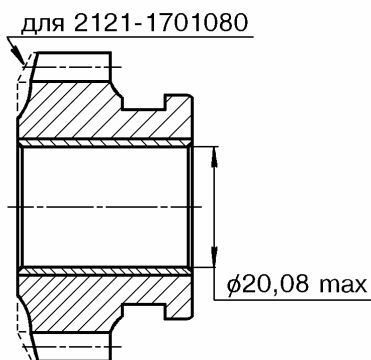

Рис.40. Шестерня заднего хода промежуточная в сборе – 2101-1701082, 2121-1701080.
4.2.9 Шестерня заднего хода промежуточная в сборе – 2101-1701082, 2121-1701080, рис.40.